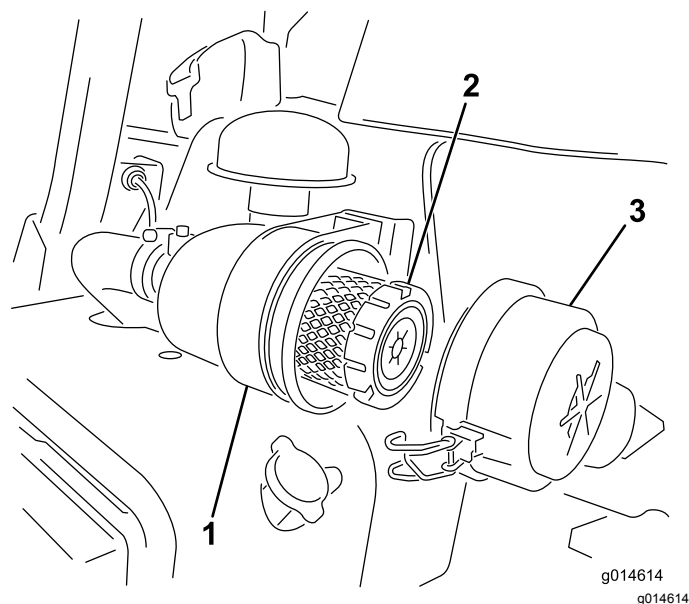

Figura 39
1. Rilasciate i fermi che fissano il coperchio del filtro dell'aria al relativo corpo (Figura 39).
7. Fissate i fermi (Figura 39).